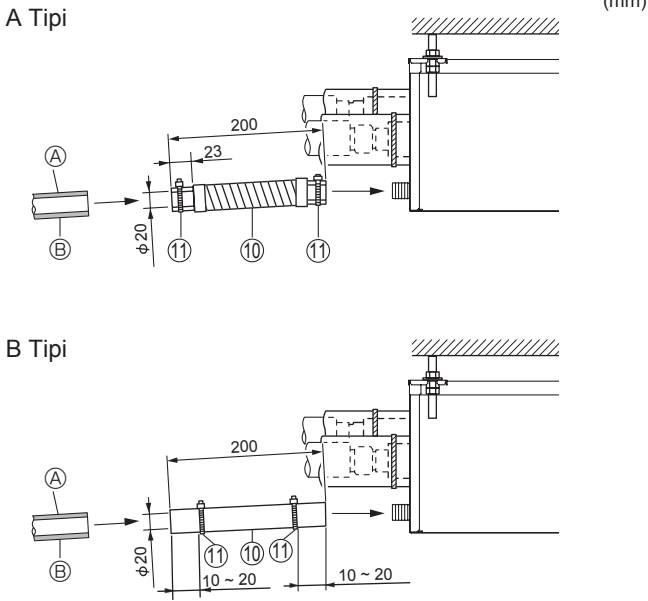

Fig. 8-1
- (1) Şube kutusundaki drenaj bağlantısına PVC yapışkanı (bulduğunuz yerden temin edin) uygulayın ve bağlı drenaj hortumunu ⑩ bağlantının üzerine gittiği kadar itin. (Fig. 8-1)
- (2) Bağlı drenaj hortumuna ⑩ sert bir PCV boru (VP-16, bulduğunuz yerden temin edin) sokun, ikisini birlikte yapıştırıp sabitleyin. (Fig. 8-1)
- (3) Bağlı drenaj hortumuna ⑩ bir bant ⑪ sarın. (Fig. 8-1)